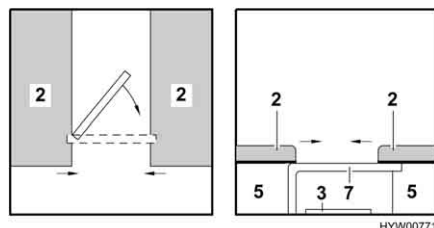

Fig. 45 Durante la trasformazione
- Disimpegnare il piede del letto (Fig. 45,7) ed ruotarlo di un quarto di giro.
- Fare attenzione che il piede del letto si trovi esattamente di fronte al cassone letto (Fig. 45,5).
- Sollevare leggermente i due cuscini del divano (Fig. 45,2) e tirarli verso il centro.